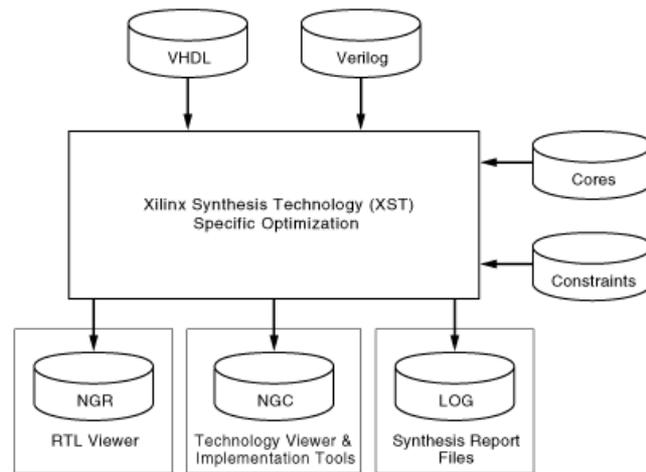

图24 综合工具XST的功能示意图
- 所谓综合，就是将HDL语言、原理图等设计输入翻译成由与、或、非门和RAM、触发器等基本逻辑单元的逻辑连接（网表），并根据目标和要求（约束条件）优化所生成的逻辑连接，生成NGC、NCR以及LOG文件，如图24所示。